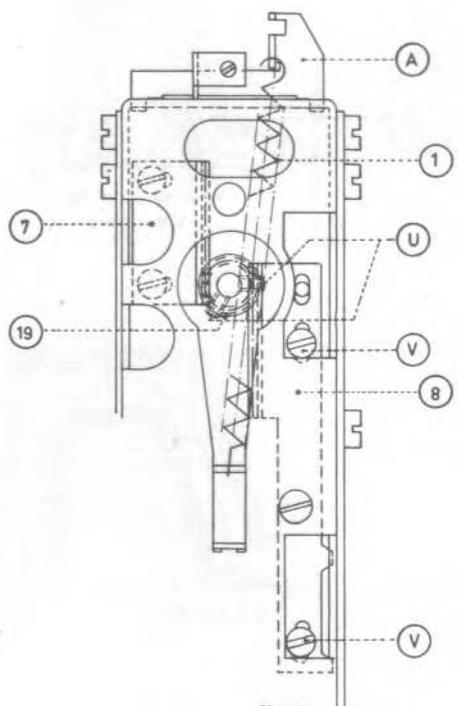

Fig. 4
- Dévisser les vis (U) de fixation du pignon 19 (fig. 4), retirer ce pignon.
Serrer l'une des vis U du pignon 19 (fig. 4).
Les noyaux vision étant positionnés au ras des mandrins, la courbe obtenue doit être semblable à la fig. 4.